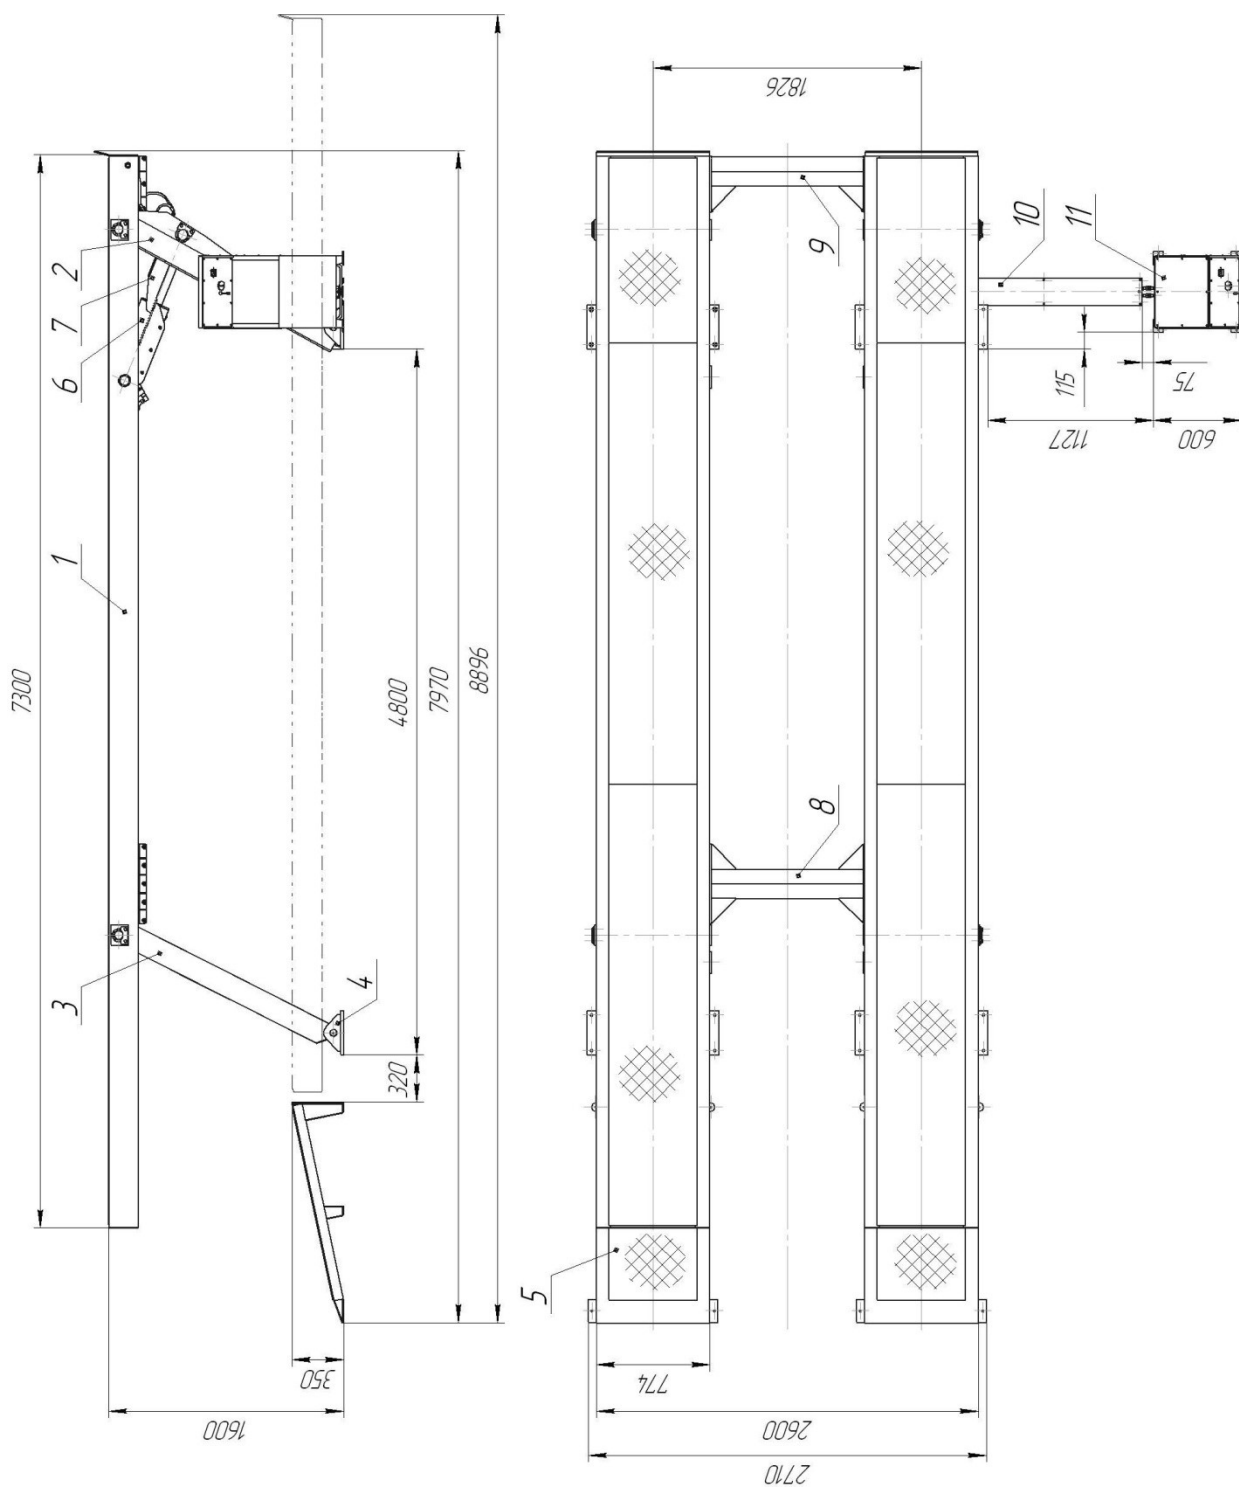

Рис.1 Общий вид платформы подъемной 12Г272М1
Платформа (рис.1) представляет собой стационарный подъёмник, состоящий из основной части в виде шарнирного 4-х звенника с электрогидравлическим приводом.
**1.1** Правую и левую половины платформы (поз. 1, рис.1) установить на временные подставки (подкладки), высота которых обеспечит доступ для монтажа поперечин (поз. 8 и 9).
**1.9** Внутри поперечины (поз. 9 рис. 1) смонтировать поперечные трубопроводы и соединить дренажные трубки.
**1.12** Присоединить к пульта управления короб с трубами (рис. 1 поз. 10) и закрепить его анкерами-шпильками Hilti HST M8x75/10.
**1.18** Установите в проектное положение скаты (рис. 1. поз. 5). Расстояние от верхней кромки ската до края платформы в опущенном состоянии 70 мм. Закрепите скаты анкерами-шпильками Hilti HST M12x115/20.